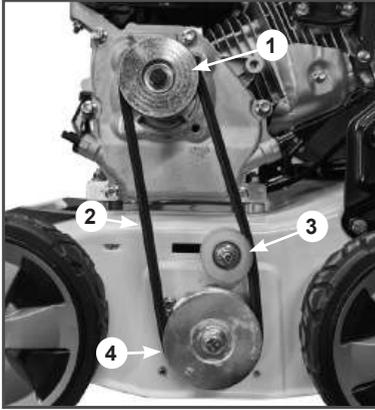

Рис. 29. Обслуживание ремня привода
- Проверьте состояние ремня 2 (Рис. 29). Если ремень протерт, надорван или заметны иные повреждения, он должен быть незамедлительно заменён.
2. Ослабьте затяжку гайки крепления ролика 3 натяжения ремня и сдвиньте ролик влево до упора (Рис. 29).
3. Снимите ремень 2 привода со шкивов 1 (вала двигателя) и 4 (вала привода) (Рис. 29).
4. Установите на шкивы 1 и 4 новый ремень (Рис. 29).